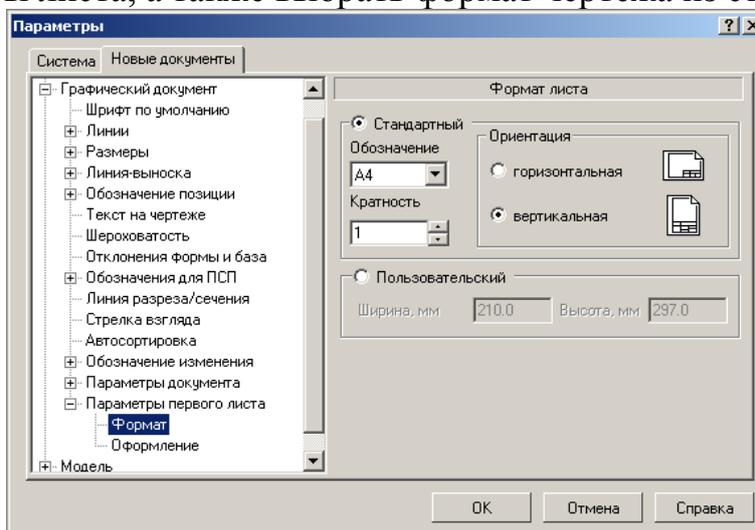

Рис. 15.12. Установка параметров листа.
7. Выполните установку параметров листа (**Параметры первого листа**⇒**Формат**, рис. 15.12):